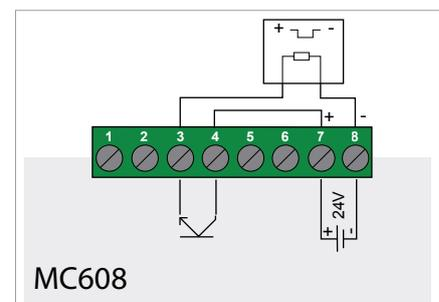

Fig. 30
1) Usando 4 botones colocados en la pantalla frontal del convertidor (ver 1, Fig. 30), desenroscando el cristal del panel frontal (ver 2, Fig. 35).